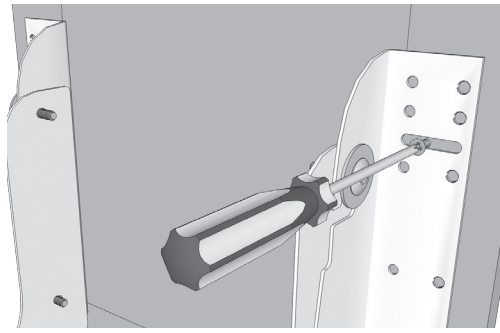

fig. 6
**Paso 8:** Retire los soportes de puerta de las placas del producto y atornillelos en el interior de la puerta del armario con tornillos de cabeza plana núm. 6 x 1/2 pulg. **Nota:** Coloque los soportes de puerta sobre las líneas verticales y horizontales que ha dibujado en los pasos 2 y 3 para alinearlos. **(Ver la ilustración 6)**
**Step 8.** Remove door mount brackets again and screw to inside of cabinet door with #6 x 1/2" flat head screws. **NOTE:** Line up door mount bracket to cabinet door by aligning door mount bracket with the vertical and horizontal lines you marked in steps 6 and 7. (See figure 6)